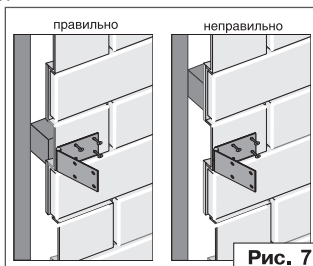

Рис. 7
8. Крепление дополнительных элементов (ставни, козырек и т.п.) поверх смонтированных панелей должно осуществляться к обрешетке через специально просверленные отверстия большего диаметра, чем диаметр крепежного элемента (рис. 7).